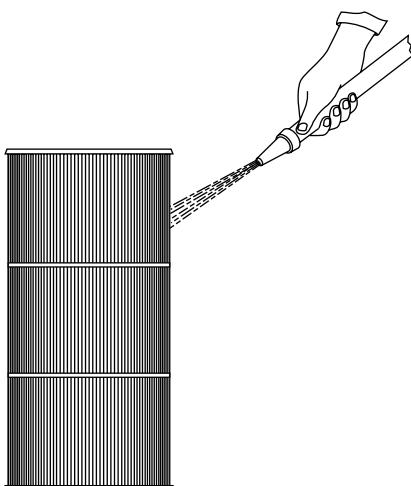

Figure 13
LAVAGE DE LA CARTOUCHE FILTRANTE (VOIR LES FIGURES 13 ET 14)
1. À l'aide d'une lance à jet droit, laver la cartouche filtrante (voir la Figure 13).